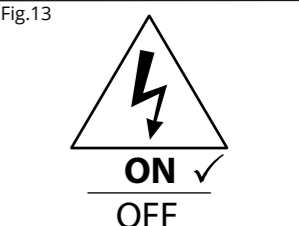

Fig.13
- When connection is made, twist the fitting 35° locking it into place onto the fixed bracket. Take care not to trap cables when twisting into place. Check connections and switch power ON when safe to do so. (Fig. 13)
- Lorsque le raccordement est établi, pivotez la base de 35° pour la verrouiller sur le support fixé. Attention à ne pas coincer de câbles lors de cette manipulation. Vérifiez les connexions et ACTIVEZ l'alimentation électrique lorsque les conditions de sécurité le permettront. (Fig. 13)
- Cuando se realiza la conexión, gire el empalme en 35° para posicionarlo en el soporte fijo. Tenga cuidado de no atrapar ningún cable cuando lo gire en el lugar. Verifique las conexiones y restaure la energía cuando sea seguro hacerlo. (Fig. 13)